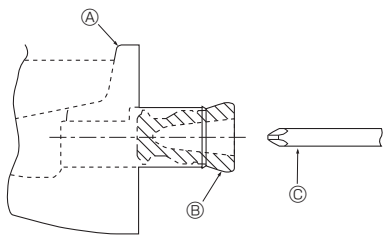

Fig. 5-1
- Για τη σωλήνωση της αριστερης πλευράς, μην παραλείψετε να βάλετε το λαστιχένιο βύσμα στο αριστερό στόμιο αποστράγγισης. (Fig. 5-1)